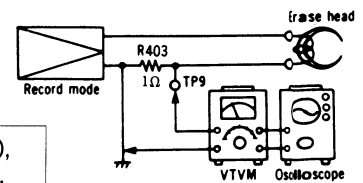

Fig. 19
G Löschstrom Bedingung: * Aufnahme Meßgerät: * Röhrenvoltmeter * Oszillograf	<ol style="list-style-type: none"> 1. Den Meßaufbau zeigt Fig. 19 2. Spannung am Röhrenvoltmeter gemäß folgender Formel berechnen. $\text{Löschstrom (A)} = \frac{\text{Spannung über dem Röhrenvoltmeter}}{10 \text{ (Ohm)}}$ <p style="text-align: center;">NORMALWERT: Größere Größere Größere</p> 3. Falls der gemessene Wert nicht innerhalb des Richtwertes liegt, den VR abgleichen. Metal position... VR407, CrO₂ position... VR408, Fe-Cr position... VR405, Normal position... VR406
<ol style="list-style-type: none"> Den Meßaufbau zeigt Fig. 19 Spannung am Röhrenvoltmeter ablesen und Löschstrom gemäß folgender Formel berechnen. $\text{Löschstrom (A)} = \frac{\text{Spannung über dem Widerstand (V)}}{1 \text{ (Ohm)}}$ <div style="border: 1px solid black; padding: 5px; margin: 5px 0;"> <p>Größer als 95mA (Metal position) Größer als 68mA (CrO₂ position) Größer als 55mA (Fe-Cr position) Größer als 45mA (Normal position)</p> </div> Falls der gemessene Wert nicht der Toleranz liegt, die folgenden VR abgleichen. Metal position...VR407, CrO₂ positionVR406, Fe-Cr position...VR405, Normal position...VR404.
<p>㊦ Erase current</p> <p>Condition:</p> <ul style="list-style-type: none"> * Record mode <p>Equipment:</p> <ul style="list-style-type: none"> * VTVM * Oscilloscope 	<ol style="list-style-type: none"> 1. Test equipment connection is shown in fig. 19. 2. Read voltage on VTVM and calculate erase current by following formula: $\text{Erase current (A)} = \frac{\text{Value read on VTVM (V)}}{1 (\Omega)}$ <div style="border: 1px solid black; padding: 5px; text-align: center;"> <p>Standard value: More than 95mA (Metal position), More than 68mA (CrO₂ position), More than 55mA (Fe-Cr position), More than 45mA (Normal position)</p> </div> <ol style="list-style-type: none"> 3. If measured value is not standard, adjust the following VR. <ul style="list-style-type: none"> Metal position VR407, CrO₂ position VR406, Fe-Cr position VR405, Normal position VR404